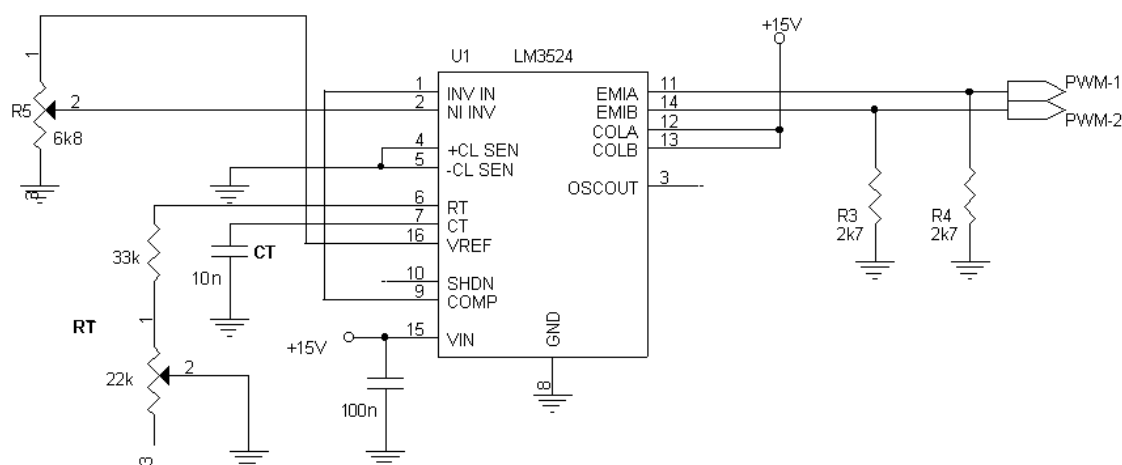

Figura 1 - Circuito básico para estudo do CI LM3524
*Você é capaz de identificar o capacitor de desacoplamento no circuito da Figura 1?*
11. Identifique o capacitor de desacoplamento no circuito da Figura 1.